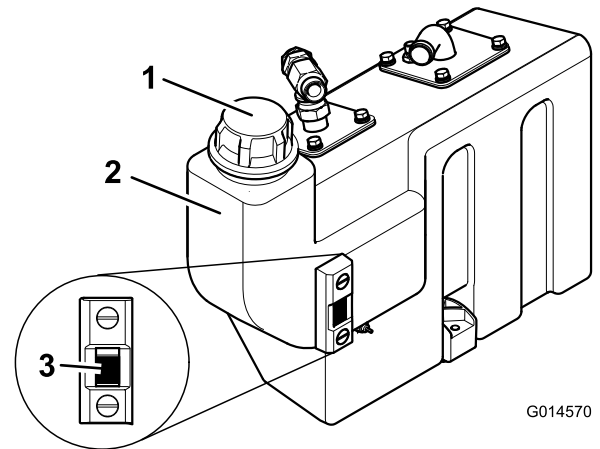

Bild 73
3. Wenn Hydrauliköl aufgefüllt werden muss, reinigen Sie den Bereich um den Füllstutzen und den Deckel des Hydraulikbehälters und nehmen den Deckel ab (Bild 73).